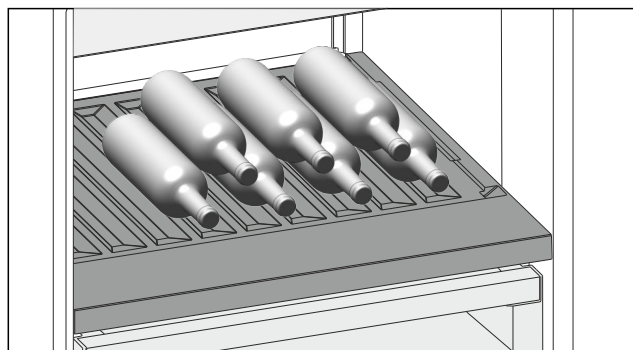

Fig. 87
- ▶ Inserire le bottiglie con il fondo rivolto verso la parte posteriore. (vedere Fig. 87)